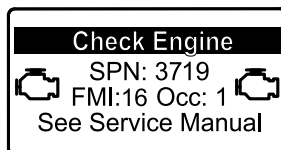

Figura 47
- Si es necesario realizar la regeneración con la máquina aparcada, el InfoCenter muestra la advertencia del motor SPN 3719, FMI 16 (Figura 47) y el ordenador del motor reduce la potencia del motor al 85%.